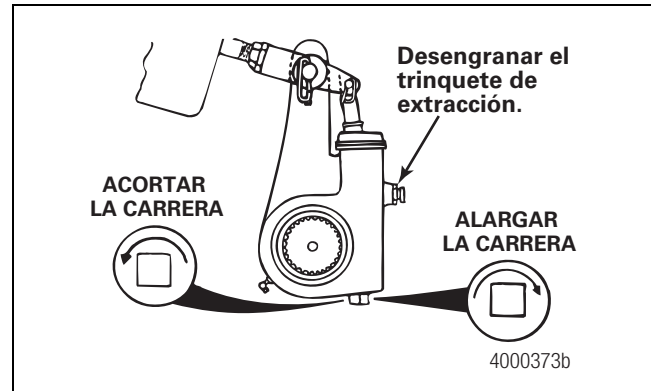

Figura 6.3
- **Si la lectura de la carrera libre no está dentro de la especificación:** Gire la tuerca de ajuste 1/8 de vuelta en la dirección indicada en la Figura 6.3 y revise de nuevo la carrera libre. Continúe midiendo y ajustando la carrera hasta que la medida respectiva esté dentro de la especificación.